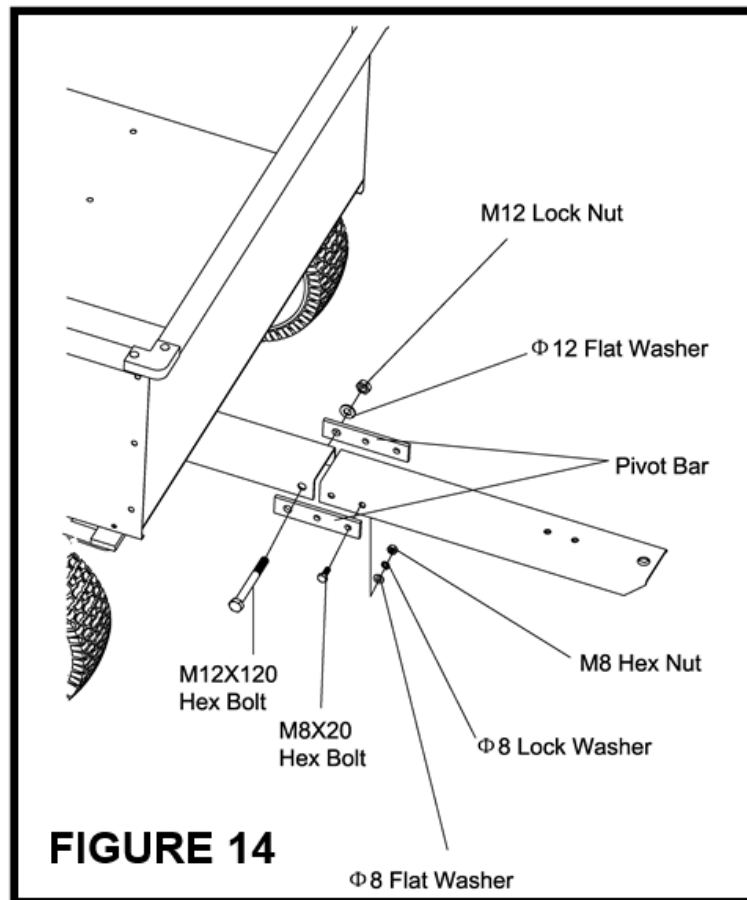

Abbildung 14
31. Verbinden Sie die beiden Drehstangen mit der vorderen Anhängerkupplung mit vier M8X20 Sechskantschrauben, Ø8 Sicherungsscheiben, Ø8 Unterlegscheiben und M8 Sechskantmutter. Noch nicht festziehen. Siehe **Abbildung 14**.
32. Befestigen Sie die Drehstangen mit einer M12X120 Sechskantschraube, einer Ø12 Unterlegscheibe und einer M12 Sechskantmutter an der hinteren Anhängerkupplung. Ziehen Sie die Mutter so fest an, dass sich die vordere Anhängerkupplung noch drehen lässt. Ziehen Sie nun die vier Sechskantschrauben, Unterlegscheiben und Sechskantmuttern fest, die in Schritt 31 an der vorderen Anhängerkupplung montiert wurden. Siehe **Abbildung 14**.